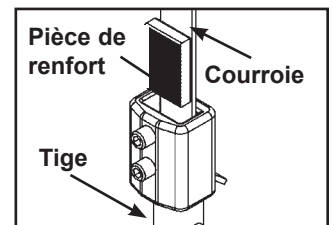

Figure 4B
- REMARQUE** : N'installez pas la pièce de renfort à l'envers, tel qu'illustré à la Figure 4B.